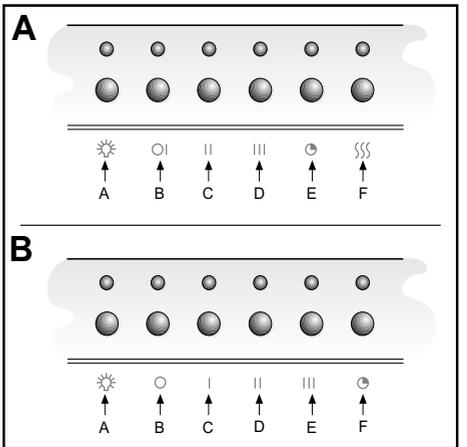

Fig.19
#### • COMANDO: ELETTRONICA (Fig.19 A)
- **ELETTRONICA (Fig.19 B)**